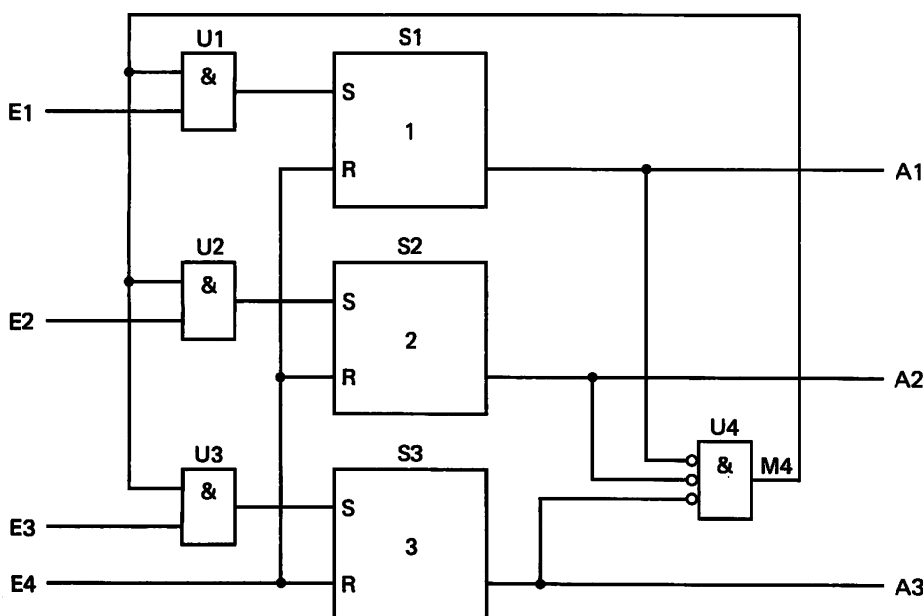
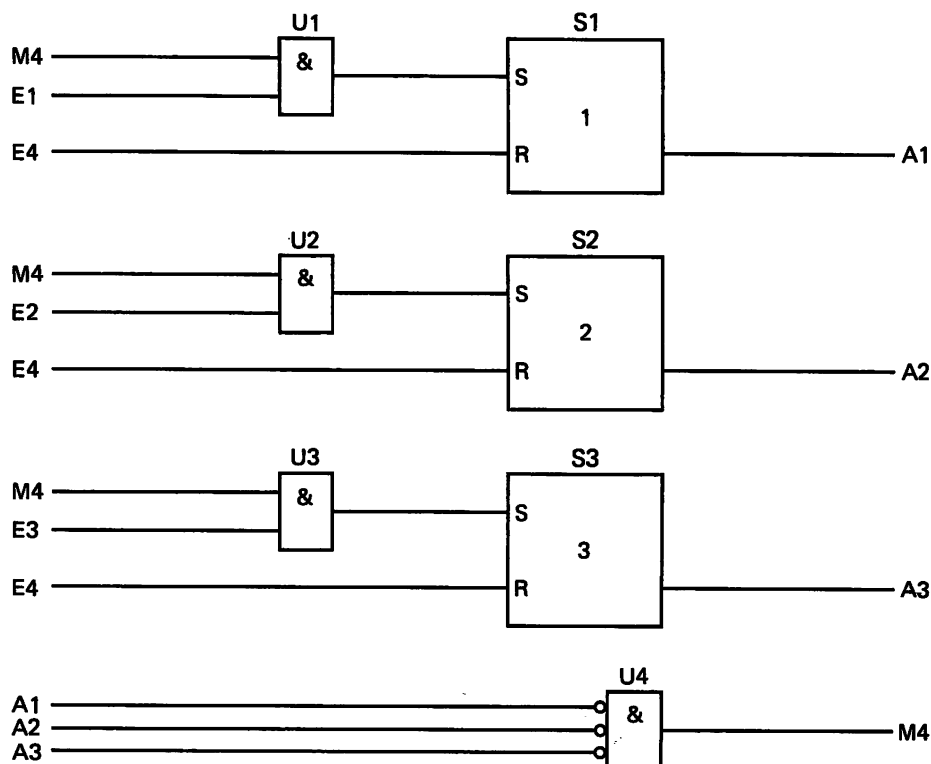

Bild E 59.1
Bild E 60.1
- Der geschlossene FUP in Bild E 59.1 zeigt einen Lösungsvorschlag.
- b) Als Vorbereitung zur Programmierung wird aus dem FUP von Bild E 59.1 der offene FUP (Bild E 60.1) entwickelt. Diesen können wir wieder direkt programmieren.